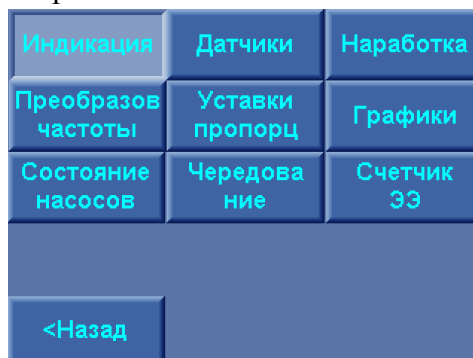
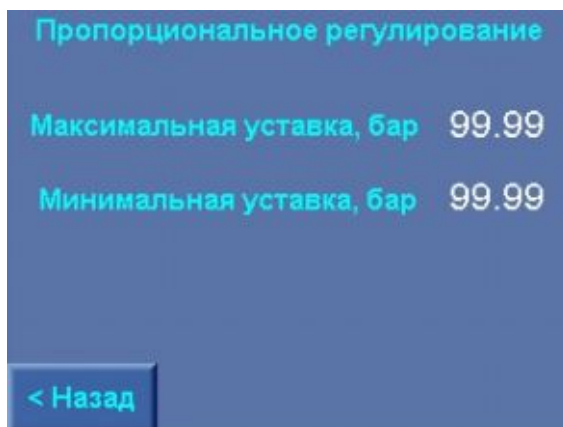
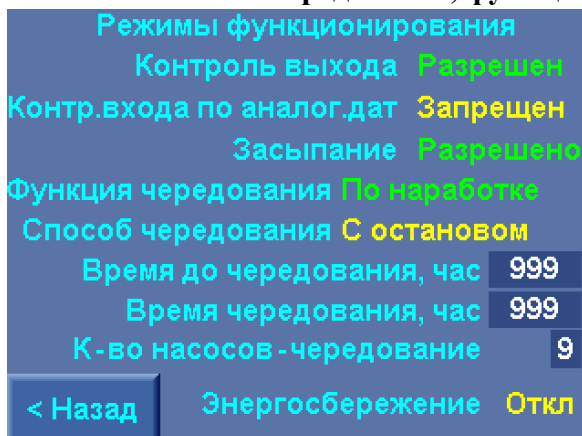

Рис. 8.14. Меню Индикации
Рис. 8.20. Меню Уставки пропорционального регулирования инфо
Рис. 8.21. Меню Чередование, режимы функционирования инфо
Меню Индикация представлено на рис. 8.14.
Переход к меню «Индикация» (рис. 8.14) производится нажатием клавиши «< Назад».
Выход из меню в меню Индикация (рис. 8.14) – нажатием клавиши «<Назад» экрана меню, выход в Главное меню – нажатием клавиши «ESC» БУК.
Индикация состояния каждого насоса производится в меню Насос (рис. 7.3). Для перехода к экрану меню необходимо в меню Индикация (рис. 8.14) «нажать» клавишу «Состояние насосов». При этом производится переход к меню насоса 1. Переход к меню Состояние насосов возможен также из Главного меню (п. 7.1).
- при переходе из меню Индикация – в меню Индикация (рис. 8.14);
Переход к экрану Меню осуществляется из меню Индикация (рис. 8.14) нажатием клавиши «Преобразов. частоты».
Переход к экрану меню Индикация (рис. 8.14) – нажатием клавиши «<Назад».
Меню представлено на рис. 8.14 а, б. Переход от экрана графиков к экрану количества уставок производится нажатием клавиши «Далее >>», переход от экрана количества уставок к экрану графиков – нажатием клавиши «<< Назад».
Переход к меню осуществляется из меню Индикация (рис. 8.14) нажатием клавиши «Уставки пропорц». Меню представлено на рис. 8.20.
Параметры режима чередования насосов (п. 4.3), а также режимов функционирования комплекса (п.5.2) индицируются в меню Режимы функционирования (рис. 8.21). Переход к меню осуществляется из меню Индикация (рис. 8.14) нажатием клавиши «Чередование, функц.».